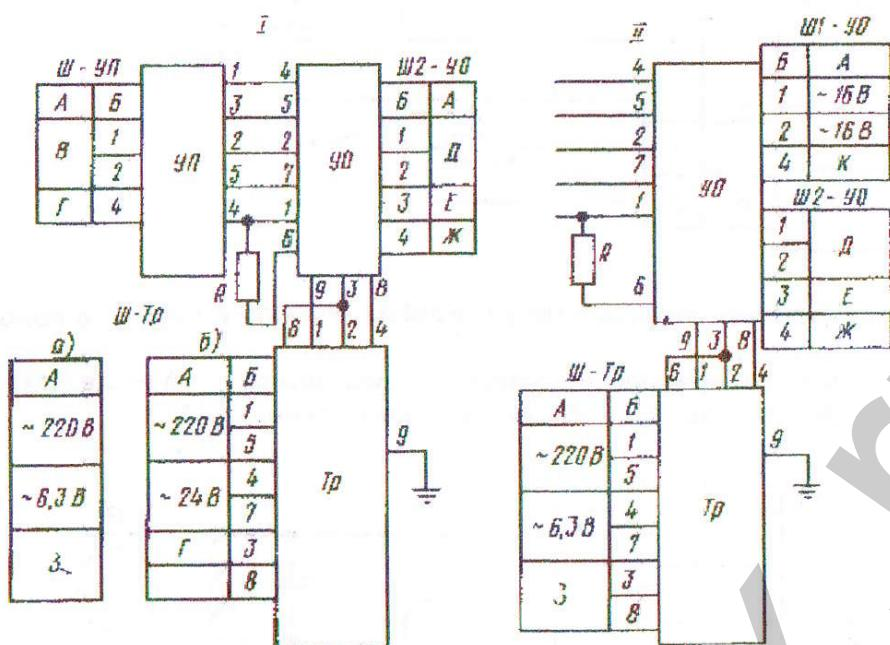

Рис. 2. Схема соединений блоков в усилителе:
4.2.1. Схема соединений блоков в усилителе приведена на рис. 2.
При необходимости допускается монтировать усилитель в приборе побочно. Электрические соединения блоков между собой должны осуществляться в соответствии с рис. 2.